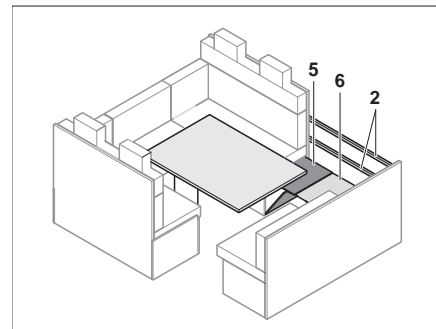

Fig. 116 Installer la rallonge de dossier
- Mettre en place les rallonges de dossier (Fig. 116,2).